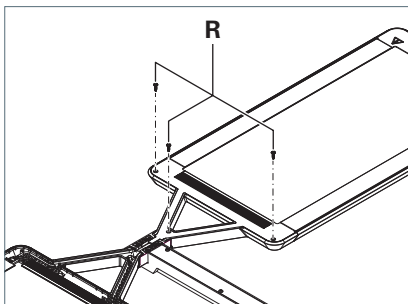

Fig. 26: Abdeckung festschrauben.
- Schrauben Sie die Abdeckung mit den drei Schrauben **R** fest, siehe Fig. 26.